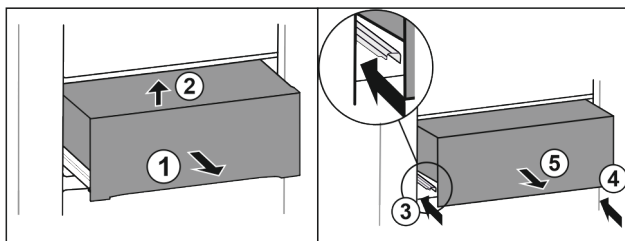

Fig. 41
- Zásuvku napůl vytáhněte. Fig. 41 (1)
- Nadzvedněte zásuvku vpředu. Fig. 41 (2)
- Zasuňte levou kolejničku. Fig. 41 (3)
- Zasuňte pravou kolejničku. Fig. 41 (4)
- Vyjměte zásuvku dopředu. Fig. 41 (5)